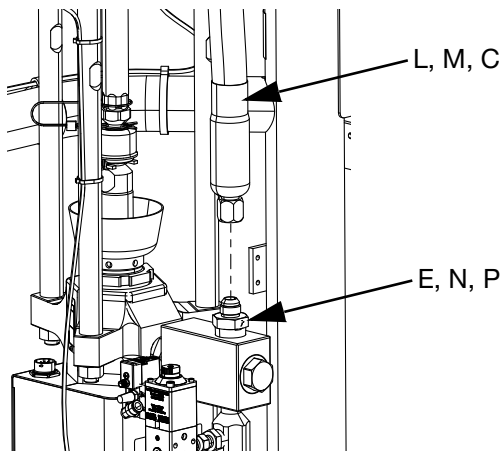

图 22
4. 如果使用单 iQ 柱塞供给系统，则将供料软管 1 (C) 连接到柱塞供料系统以供给软管 1 接头 (E)，如图 1 和图 22。
- a. 将串联软管 1 (L) 连接到柱塞供料单元 1 到串联软管 1 接头 (N)，如图 2 和图 22。
- b. 参照图 22 将串联软管 2 (M) 连接到串联软管 2 接头 (P)，如图 2 和图 22。